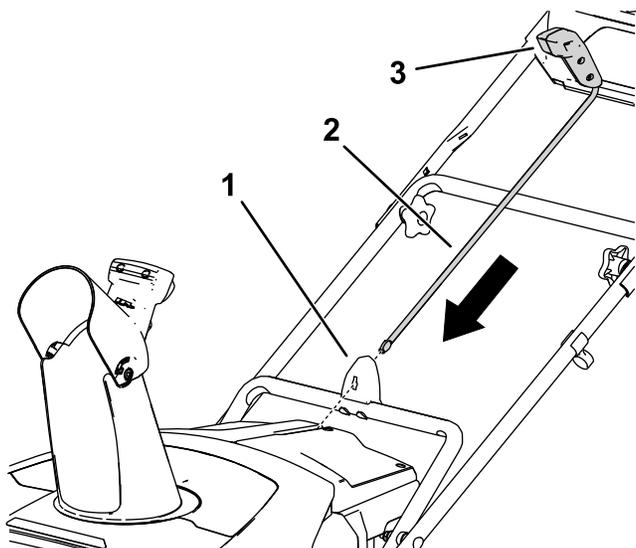

Figura 8
1. Certifique-se de que a calha está virada para a frente (Figura 8).
2. Com a pega virada para a frente, instale a barra de controlo da calha no guia e empurre-a até que encaixe no sítio (Figura 8).